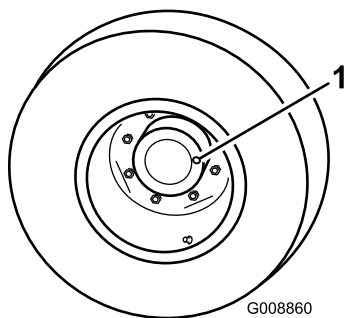

Figura 47
1. Con la máquina en una superficie nivelada, coloque la rueda con un tapón de verificación (Figura 47) en la posición de las 12 y el otro en la posición de las 3.
1. Tapón de verificación/drenaje (2)
2. Retire el tapón de la posición de las 3 (Figura 47).